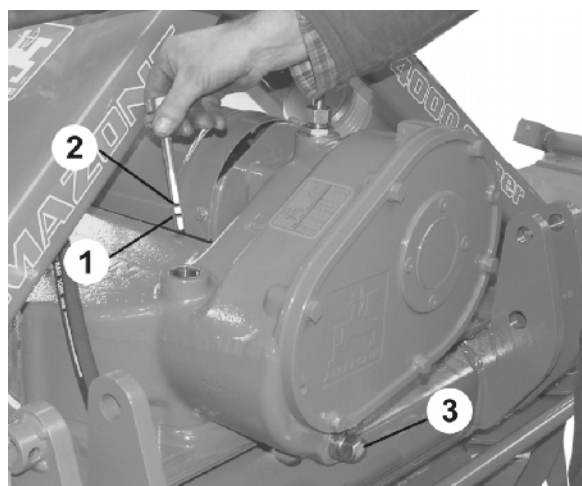

Bild 63
- ligga mellan markeringarna (Bild 63/1, 2).
- Maskin med oljekylare: ligga vid den övre markeringen (Bild 63/2).
Placera ett lämpligt oljeuppsamlingskärl under växellådan innan du öppnar oljeavtappningsskruven (Bild 63/3).
Växellådan har en oljemätsticka (Bild 63/1) med avluftning. Avluftningen måste alltid fungera, eftersom växellådan annars kan bli otät!